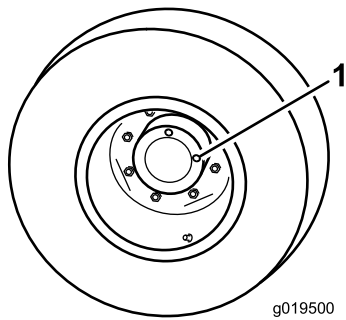

Figura 71
1. Coloque la máquina en una superficie nivelada, y coloque la rueda con un tapón de verificación (Figura 71) en la posición de las 12 y el otro en la posición de las 3.
1. Tapón de verificación/drenaje (2)
2. Retire el tapón de la posición de las 3 (Figura 71).